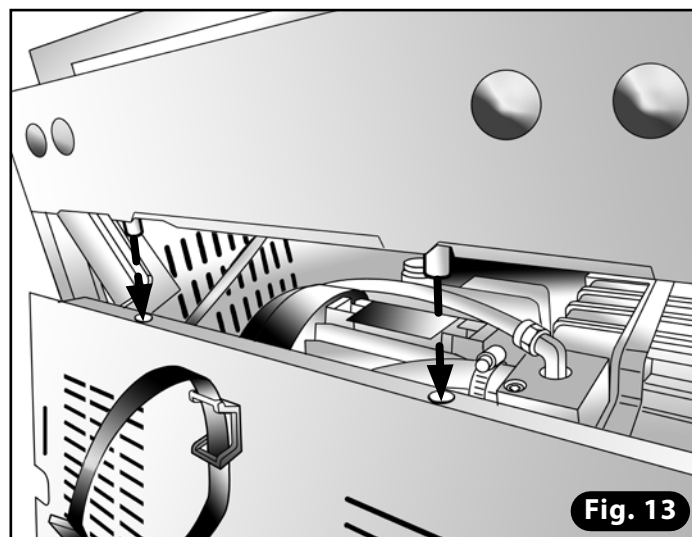

Fig. 13
- 19) Vuelva a colocar el panel posterior y compruebe, en la parte superior, la alineación con las partes sobresalientes de los pernos de la bisagra (**Fig. 13**). Complete la operación apretando los tornillos del panel posterior (**Fig. 14**).